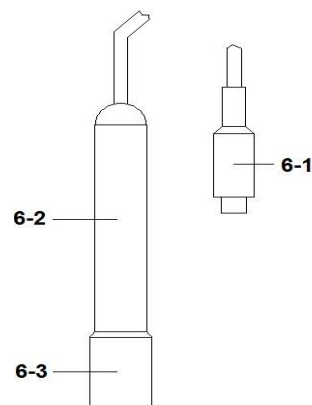

Fig. 3
1. Tilslut ledningsevne proben (CDPB-03) (6-1, Fig.3) til "**CD**" stikket (3-15, Fig.1)
3. Hold på elektrodens skaft (6-2, Fig. 3) og nedsenk probet (6-3, Fig. 3) helt ned i bufferopløsningen og ryst den lidt, indtil luftbobler der kan samles sig om proben forsvinder. Displayet viser nu ledningsevnen mS (uS) værdien samt temperaturen i væsken.
2. Tilslut proben (6-1, Fig. 3) til "CD" stikket (3-15, Fig. 1).
4. Hold på elektrodens skaft (6-2, Fig. 3) og nedsæk probet (6-3, Fig. 3) helt ned i kalibreringsvæsken og ryst den lidt, indtil luftbobler der kan samles sig om proben forsvinder. Displayet viser nu ledningsevnen mS (uS) værdien.
1. Tilslut ledningsevne proben (CDPB-03) (6-1, Fig. 3) til "CD" stikket (3-15, Fig. 1).
3. Hold på elektrodens skaft (7-2, Fig. 4) og nedsæk probehovedet (7-3, Fig. 3) helt ned i bufferopløsningen og ryst den lidt, indtil luftbobler der kan samles sig om proben forsvinder.